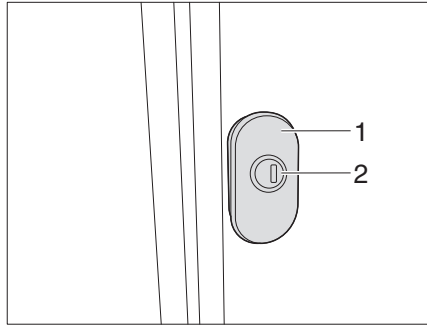

Fig. 52 Serrure pivotante (variante 1)
- Insérer la clé dans le cylindre de fermeture (Fig. 52/53,1) et la tourner d'un quart de tour. La serrure du portillon est déverrouillée.
- Tirer sur la serrure pivotante (Fig. 52/53,2) et tourner de 180° dans le sens contraire des aiguilles d'une montre. Le portillon extérieur est ouvert.